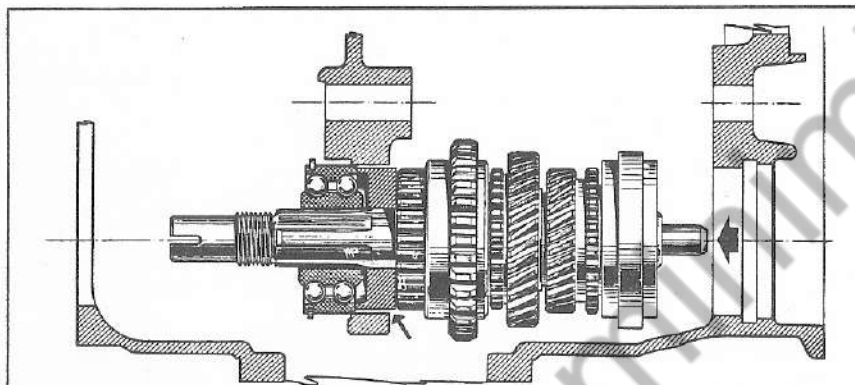

Fig. 3
d) **Estrarre l'albero primario** dalla scatola del cambio operando come indicato nelle figure 3 e 4:
— Adoperando l'attrezzo ad impulsi n. **2356/J** spingere l'albero primario verso l'interno della scatola, nel senso della freccia (vedere fig. 3), sino a creare, fra il cuscinetto a sfere e l'ingranaggio di 1^a velocità, uno spazio sufficiente all'applicazione dell'attrezzo **2371/J** indicato dalla freccia piccola.